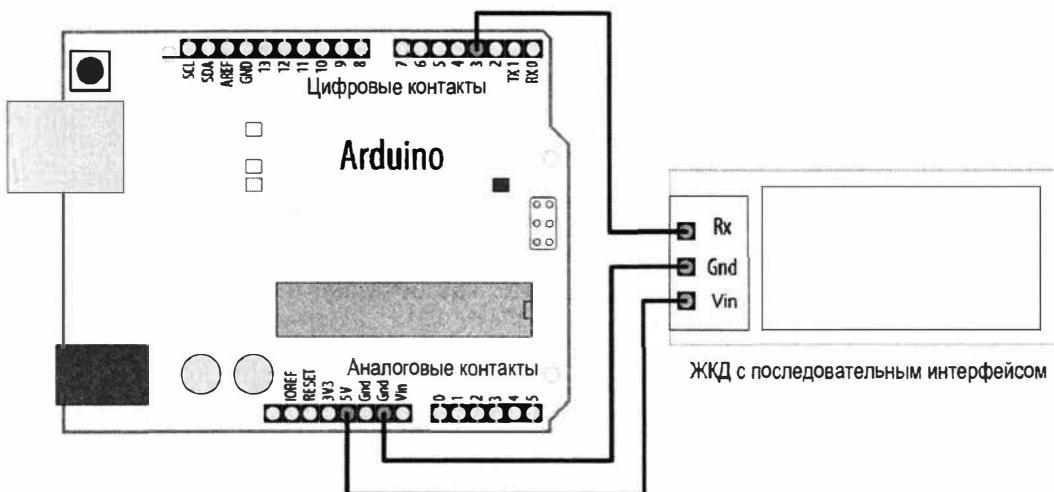

Рис. 4.6. Подключение периферийного устройства с последовательным интерфейсом к программному последовательному порту платы Arduino
Один из цифровых контактов платы выбирается в качестве передающего контакта этого порта, а другой — в качестве принимающего. Линия передачи устройства подключается к контакту приема платы, а линия приема — к контакту передачи. При односторонней передаче с платы на устройство, как в рассматриваемом случае передачи символов для отображения на ЖКД, подключать нужно только контакт передачи платы (TX) к контакту приема (RX) устройства. Такое подключение показано на рис. 4.6, где в качестве передающего контакта платы используется контакт 3.
Для целей этого скетча предполагается, что ЖКД подключен к контакту 3 платы Arduino, как показано на рис. 4.6, и что монитор порта подключен к аппаратному последовательному порту. Код главного цикла `loop()` скетча будет бесконечно выводить одинаковое сообщение на каждом из них:
Чтобы создать программный последовательный порт, нужно выбрать пару контактов платы для работы в качестве линий приема и передачи во многом в том же порядке, как работают контакты приема/передачи аппаратного последовательного порта. На рис. 4.6 показаны используемые таким образом контакты 3 и 2, но с некоторыми исключениями для определенных плат (<https://oreil.ly/ewtoN>) в этих целях